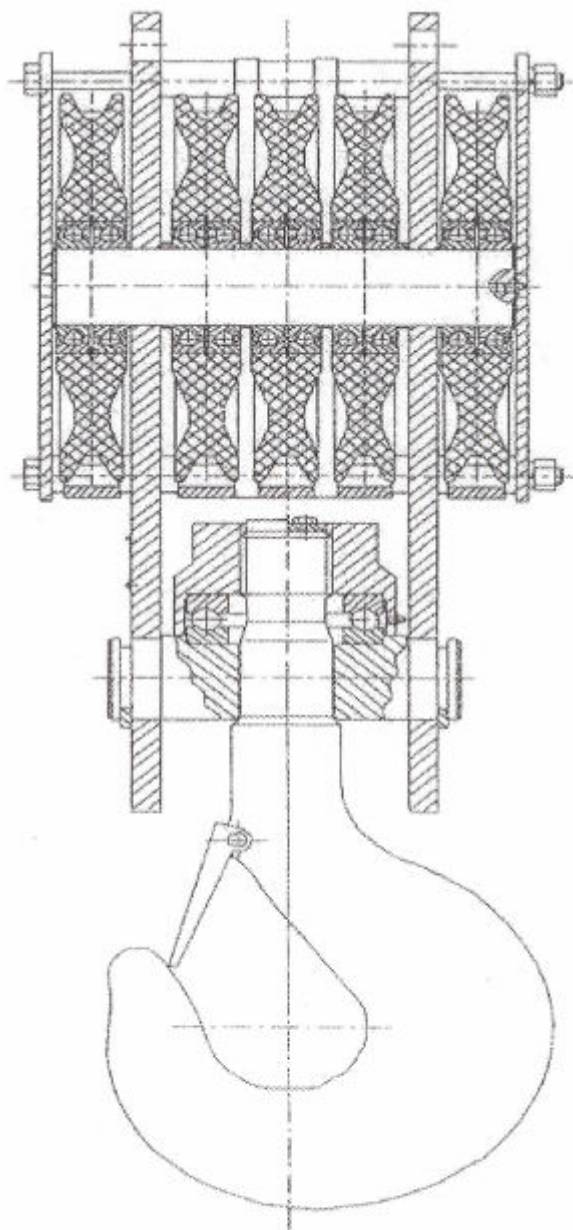

Рис.5-8
(1).Структура основного и вспомогательного блока крюков приведена на рис. 5-8 и 5-9 (2) Осмотр: